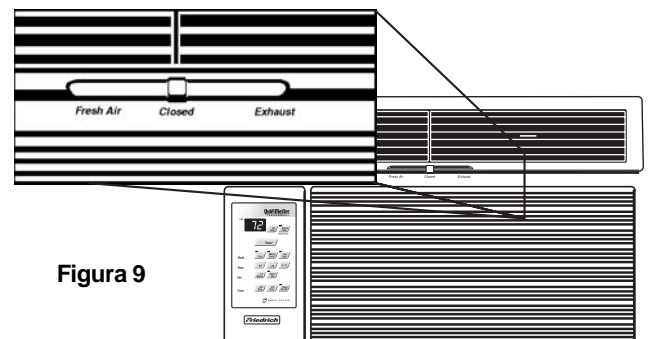

Figura 9
- ② **COOL** - Pulse el botón *Cool* (Frio) para cambiar automáticamente a COOL.
- ③ **FAN ONLY** - Pulse el botón *Fan Only* si sólo quiere que funcione el ventilador. Puede utilizar esta función en combinación con FRESH AIR / EXHAUST para que entre aire de fuera o para sacar el aire estancado de la habitación. (Para más información consulte la figura 9 de la página 25).
- ④ **MoneySaver®** - Pulse el botón *MoneySaver®* para activar la función de MoneySaver®. De esta manera se pone en marcha el ventilador con el compresor para que el ventilador no esté en funcionamiento constante.
Puede utilizar **Fan Only** con EXHAUST para que entre AIRE FRESCO de fuera o para sacar el aire estancado de la habitación. Esto es muy útil en primavera y en otoño cuando no es necesario enfriar la habitación. Los mandos FRESH AIR y EXHAUST están en la parte superior por donde sale el aire. La posición central es normal o cerrada, que hace recircule el aire para lograr el máximo rendimiento en el modo aire frío (véase la figura 9).
Los mandos **Fresh Airy Exhaust** están en la parte superior por donde sale el aire (véase la figura 9 de la página 25). La posición central es normal o cerrada, que hace recircule el aire para lograr el máximo rendimiento en el modo de aire frío.
La unidad de aire acondicionado puede hacer que entre aire fresco en la habitación o sacar el aire estancado de la habitación. El interruptor de control está en la parte superior de la unidad (véase la figura 9).